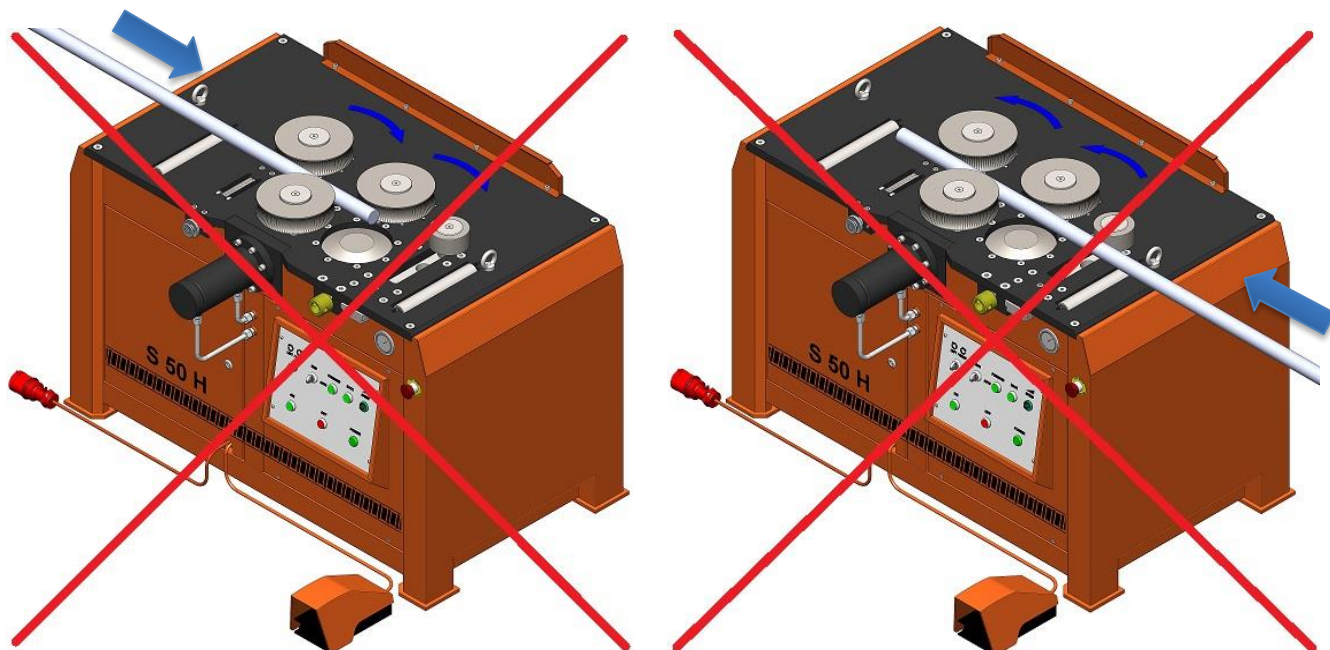

Рисунок 4: Неправильное размещение арматур на станке.
- Относительно передней части станка, с левой стороны станка, между роликами ведите арматуру, которую нужно согнуть. (Рисунок 4)
- На станке следует делать правильные сгибы. (Рисунок 4)